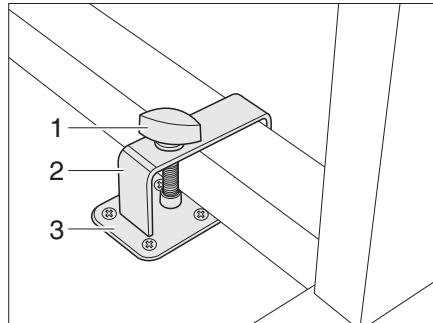
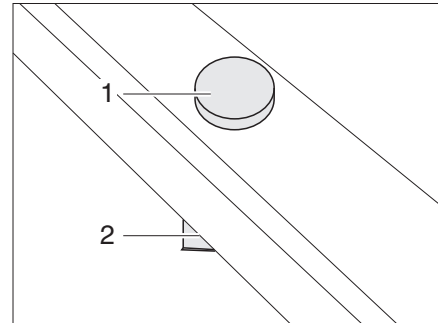

Bild 93 Arretierung Schwenktisch mit Bügel
Bild 94 Arretierung Schwenktisch ohne Bügel
- Den Schwenktisch neben die Halterung (Bild 93,3) bzw. auf die Halterung (Bild 94,2) stellen.
- Den Bügel (Bild 93,2) mit der Halteschraube (Bild 93,1) über den Tischfuß legen.
- Den Bügel und ggf. den Schwenktisch so verschieben, dass die Halteschraube (Bild 93,1 bzw. Bild 94,1) in die Halterung (Bild 93,3 bzw. Bild 94,2) geschraubt werden kann.